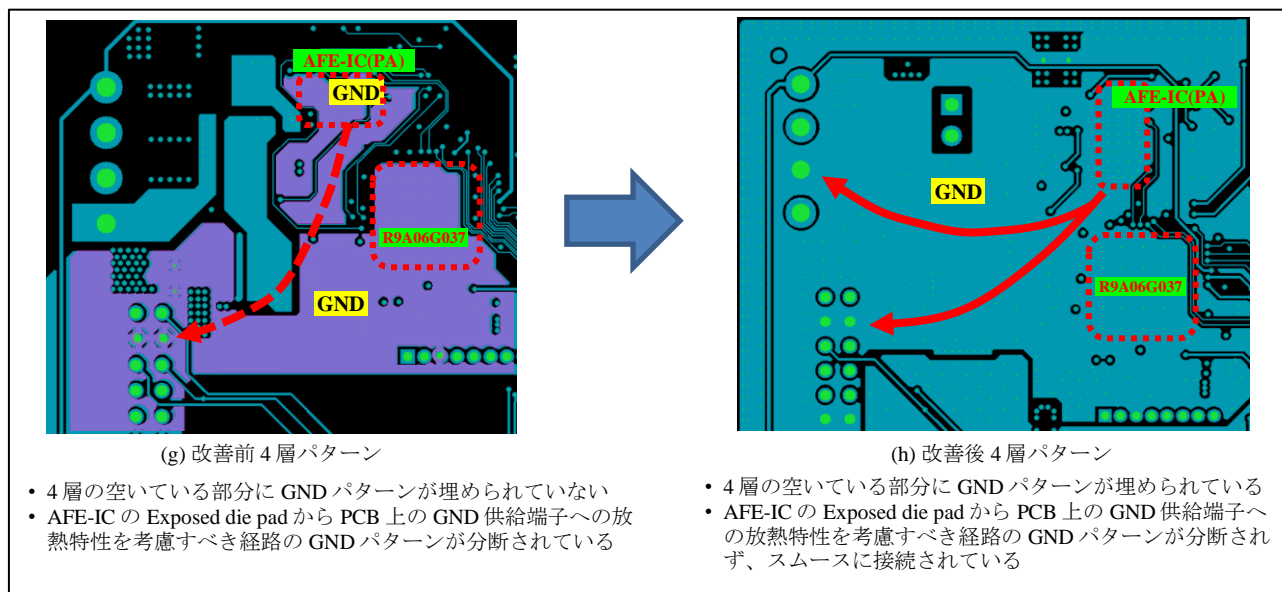

Figure 2-12 R9A06G037 と AFE-IC の裏面 exposed die pad と GND パターンの接続例
- 電源層(第 3 層)において、TX 出力/RX 入力の信号配線及びその部品と重なる領域は、極力 GND パターンとしてください。(Figure 2-12 (e) (f)に電源層の GND パターンの例を示します)
- 1 層では、放熱性を高めるため、AFE-IC の Exposed die pad は極力 1 層の GND プレーンと接続してください。(接続例を Figure 2-12 (a) - (b)に示します)
- 2 層の GND 層では、R9A06G037, AFE-IC の Exposed die pad と PCB 上の GND 供給端子への経路を、スムーズに接続してください。(接続例を Figure 2-12 (c) - (d)に示します)
- 3 層の電源層では、R9A06G037, AFE-IC の Exposed die pad と接続される via hole 部分は GND パターンを配置してください。(接続例を Figure 2-12 (e) - (f)に示します)
- 4 層では、GND パターンが放熱設計において特に重要になります。より放熱性能を高める為、GND パターンの領域を広くとり、R9A06G037, AFE-IC の Exposed die pad を GND パターンと接続してください。そして、AFE-IC の Exposed die pad と PCB 上の GND 供給端子への経路内に障害物が無いように極力スムーズに接続してください。(接続例を Figure 2-12 (g) - (h)に示します)
- ・ 電源層は、PLC ボードで使用している 1.1V 電源領域、3.3V 電源領域、15V 電源領域を配置し、電源領域と交差を回避したい領域は GND パターンを配置することを推奨します。Figure 2-12 (e) (f) 及び、Figure 3-4 に電源層の例を示します。